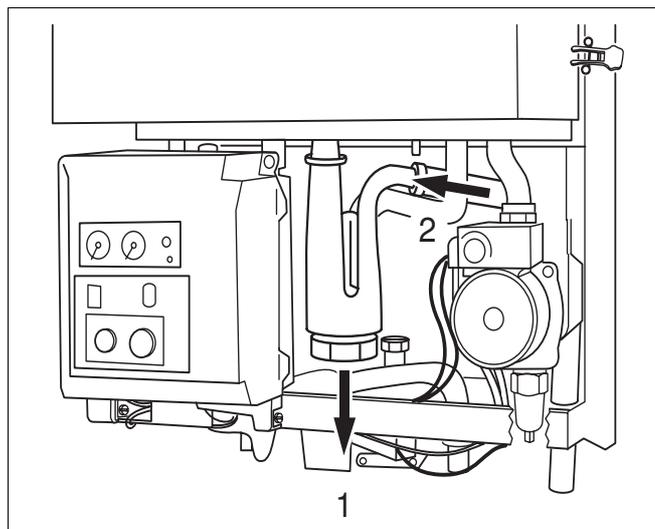

Abb. 48 Siphon ausbauen
- Siphon aus Muffe mit Lippendichtung nach unten hin wegziehen (Abb. 48, Pos. 1) und aus Ablauf herausziehen (Abb. 48, Pos. 2).